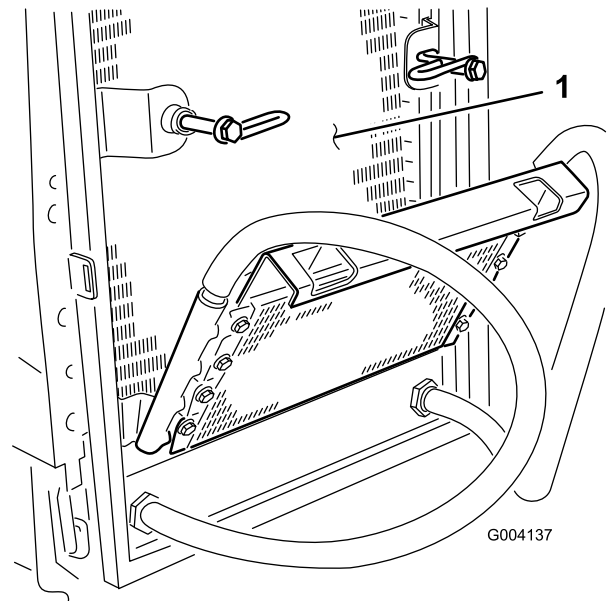

Figura 106
8. Limpie a fondo ambos lados del enfriador de aceite y del radiador (Figura 106) con aire comprimido.